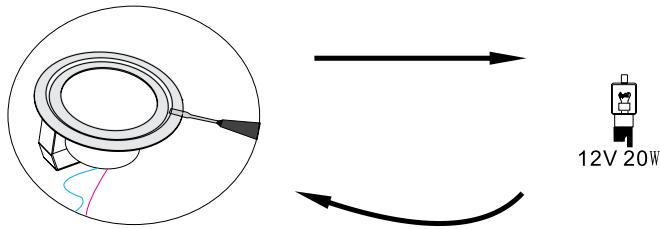

Fig. 2
3. Au moyen d'un petit tournevis à tête plate, enlevez la plaque en verre. Voir la figure 2, ci-dessus.